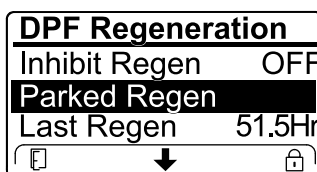

Figura 87
- În cazul în care computerul motorului solicită o regenerare de recuperare sau procesează o regenerare de recuperare i derulai în jos la opțiunea PARKED REGEN (Regenerare în stare de parcare), regenerarea în stare de parcare se blochează i pictograma de blocare (Figura 87) apare în colul dreapta jos al InfoCenter.